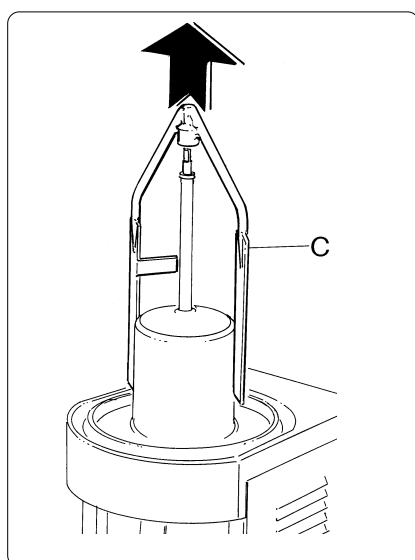

Fig. 4
- Extraer la paleta mezcladora (C) tirándola hacia arriba (fig. 4).